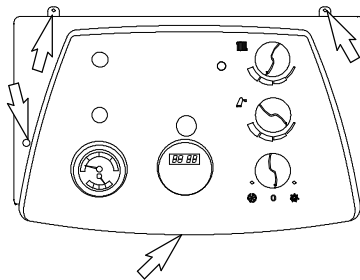

fig. 6.2
- 7 Svitare le viti del pannello comandi indicate in fig. 6.2 e rimuovere il frontale.